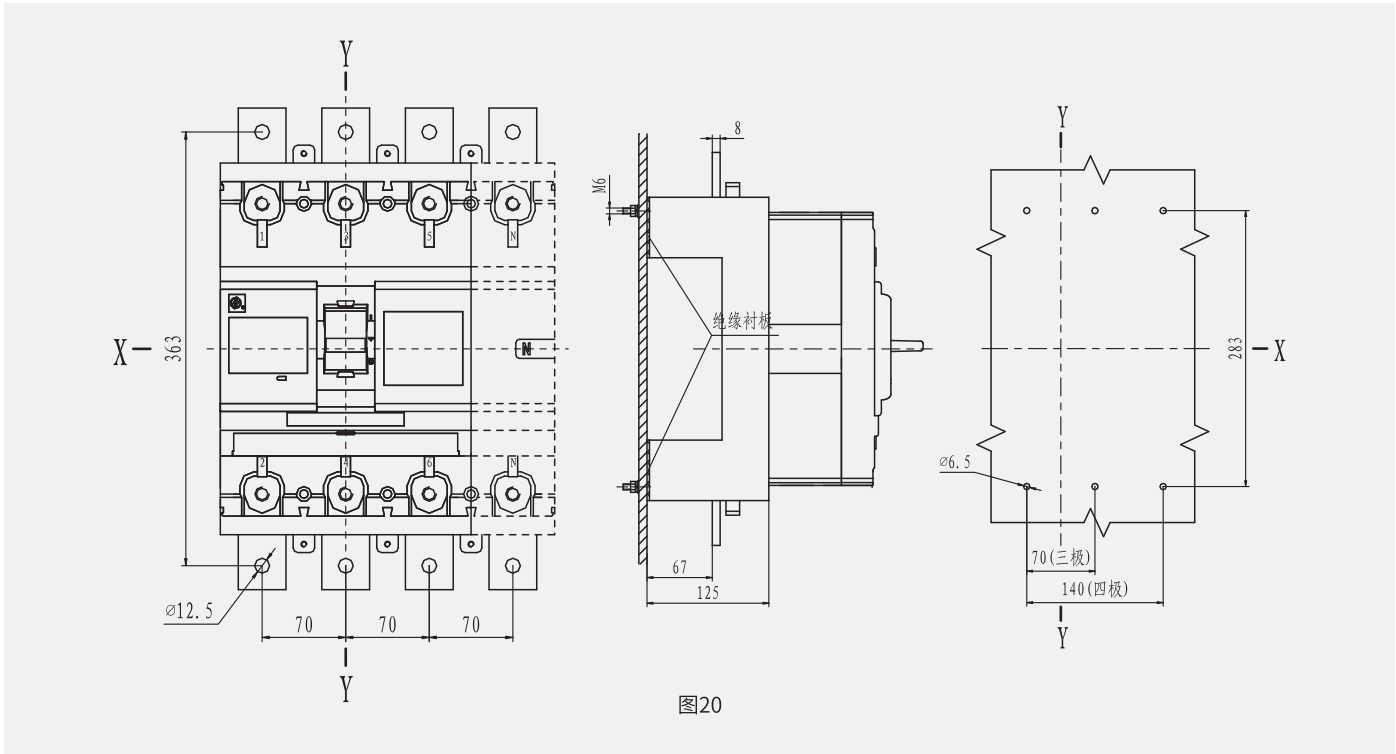

图20
19. HSM6E-800 (H、L) 插入式板前接线外形及安装、开孔尺寸 (三极、四极) 见图20